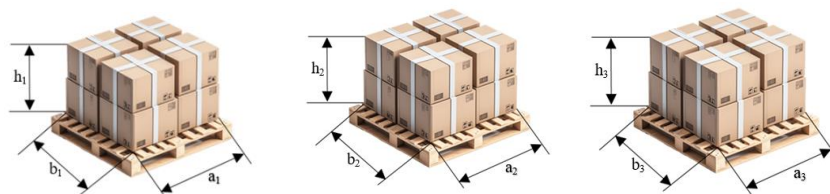
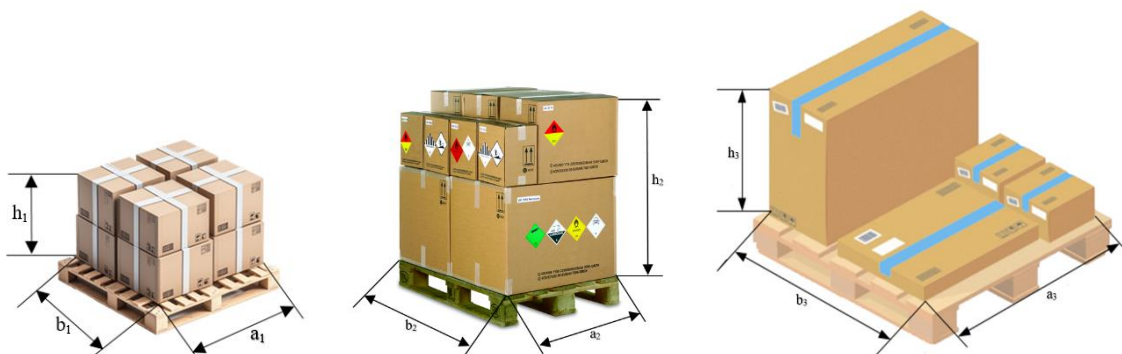

Рис. 4 – Грузовые места с одинаковыми линейными размерами
Рис. 5 – Грузовые места с различными линейными размерами
- Примеры определения количества грузовых мест представлены в конце инструкции (Рис. 4, Рис. 5).